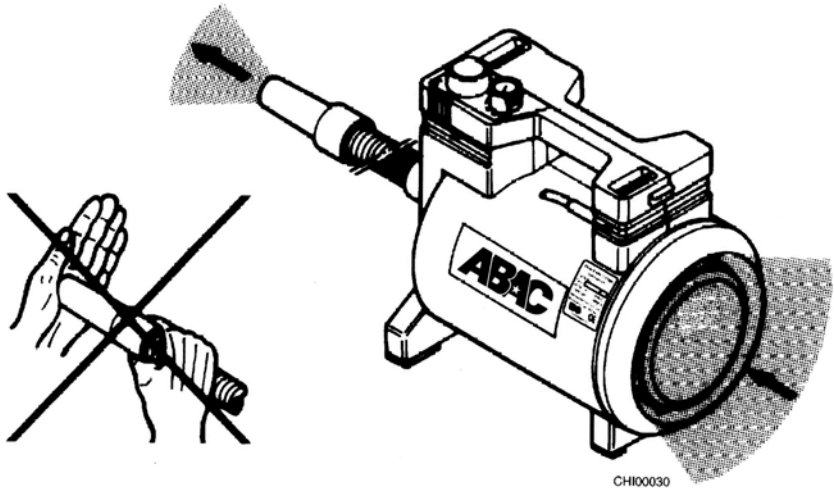

Abb. 2
- Es darf kein Luftstau im Motorgebläse SG 90 E erzeugt werden, damit der Gebläsemotor immer ausreichend gekühlt wird, siehe Abbildung 2.